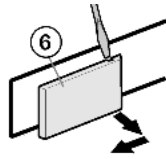

Fig. 6
- ▶ Griffseitige Abdeckung *Fig. 6 (6)* mit Hilfe eines Schraubendrehers lösen und nach außen abnehmen.